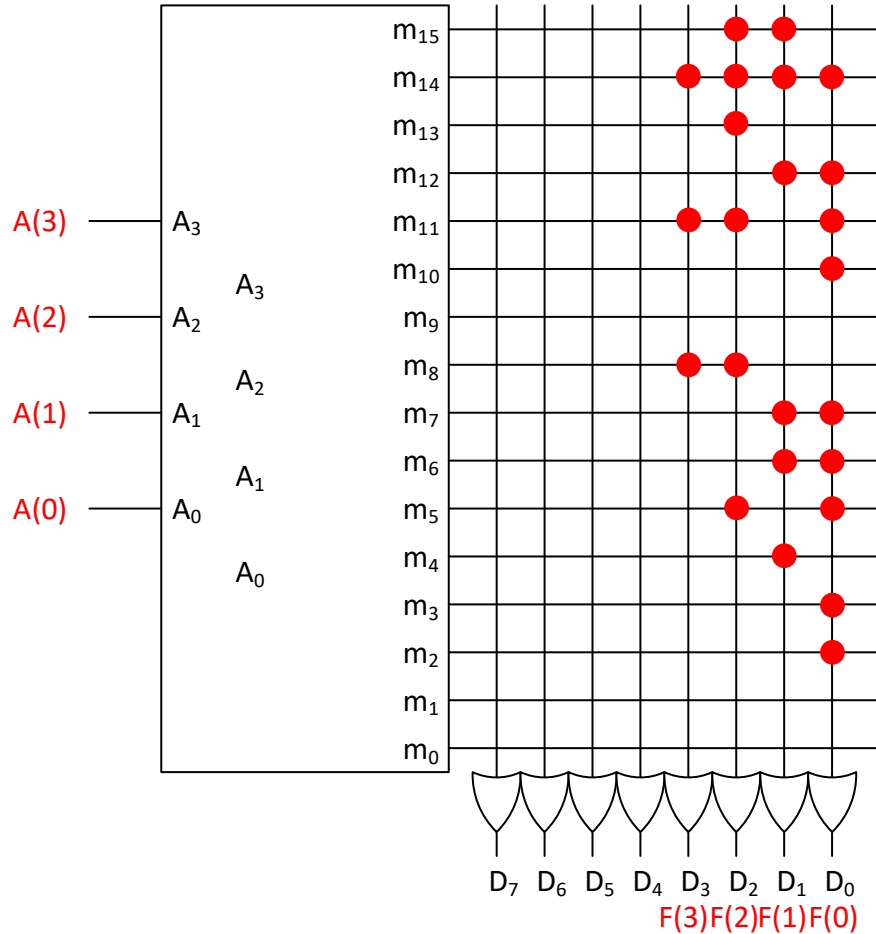

Figure 1 PROM.
On désire implémenter le code VHDL suivant en utilisant la PROM de la Figure 1. Avant de ce faire, on vous demande de compléter la ligne ci-après avec votre identifiant personnel. Par exemple, si votre matricule est 1625143, la constante MON_MATRICULE vaudra 1625143 (un million six cent vingt-cinq mille cent quarante-trois).
b) (2 points) Implémentez le code VHDL à l'aide de la PROM de la Figure 1 :